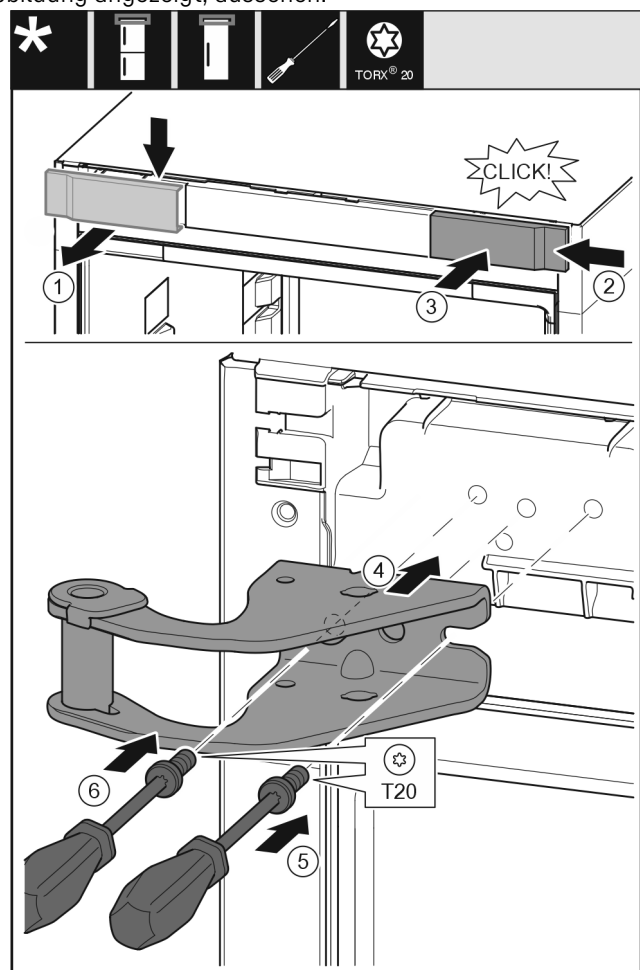

Fig. 29
- ▶ Abdeckung von oben nach vorne abnehmen. Fig. 29 (1)
- ▶ Abdeckung um 180° gedreht auf der anderen Seite von rechts einhängen. Fig. 29 (2)
- ▶ Abdeckung einrasten. Fig. 29 (3)
- ▶ Oberen Lagerbock ansetzen. Fig. 29 (4)
- ▶ Schraube mit Schraubendreher T20 ansetzen und festdrehen. Fig. 29 (5)
- ▶ Schraube mit Schraubendreher T20 einsetzen und festdrehen. Fig. 29 (6)